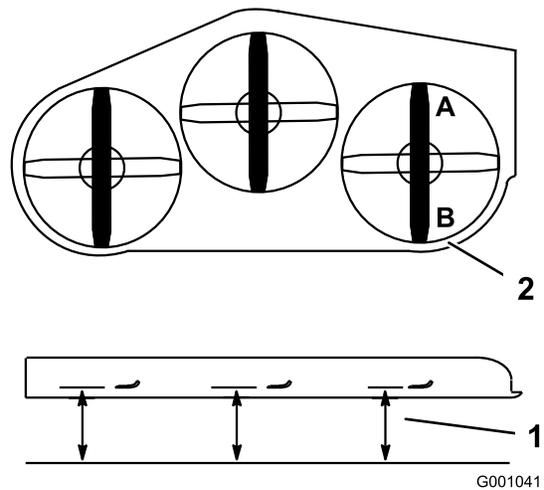

Figura 85
2. Posicione uma lâmina da parte dianteira para a traseira. Meça nas localizações **A** e **B** desde uma superfície nivelada até à aresta de corte das pontas das lâminas (Figura 85).